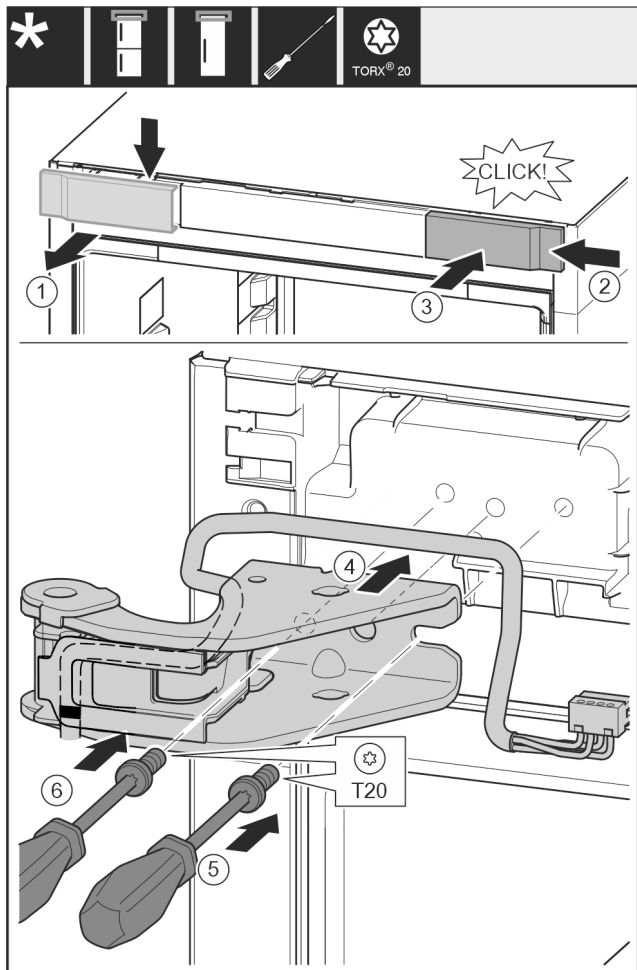

Fig. 20
- ▶ Detașați apărătoarea de sus spre înainte. Fig. 20 (1)
- ▶ Acroșați pe cealaltă parte din dreapta capacul rotit cu 180°. Fig. 20 (2)
- ▶ Fixați în poziție apărătoarea. Fig. 20 (3)
- ▶ Așezați suportul de lagăr superior. Fig. 20 (4)
- ▶ Așezați și înșurubați ferm șurubul cu șurubelnița T20. Fig. 20 (5)
- ▶ Introduceți și înșurubați ferm șurubul cu șurubelnița T20. Fig. 20 (6)